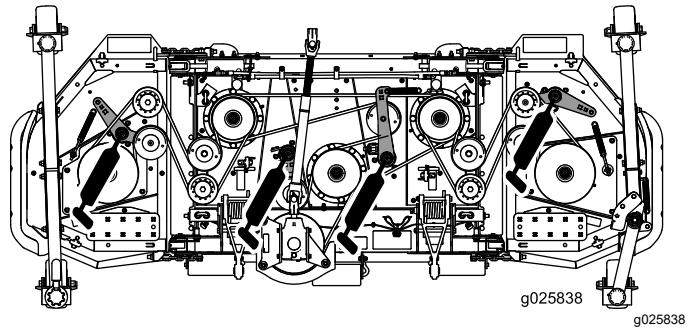

Bild 15
- Spannarm-Drehzapfen (4) (Bild 15)